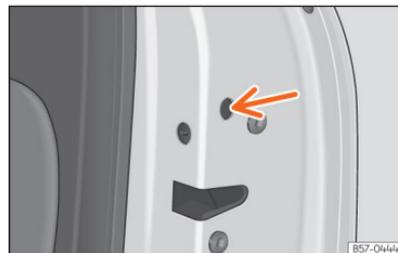

Fig. 54 Trancagem de emergência da porta.
- Coloque a chave na ranhura »» Fig. 54 (seta) e rode-a para a direita (porta do lado direito) ou para a esquerda (porta do lado esquerdo) até ao máximo.